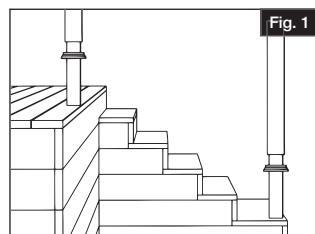

Fig. 1
- Recorte la funda del poste de escalera a la longitud deseada. En la mayoría de los casos, el poste de escalera y la funda del poste de escalera deberán ser más largos que los postes en la plataforma en la parte baja del tramo de barandal de escalera para incorporar los ángulos de la escalera. (Se recomienda 105 cm o 41" para una altura típica de 91.50 cm o 36" del barandal de escalera y un ángulo de 32 grados) (Fig. 1).